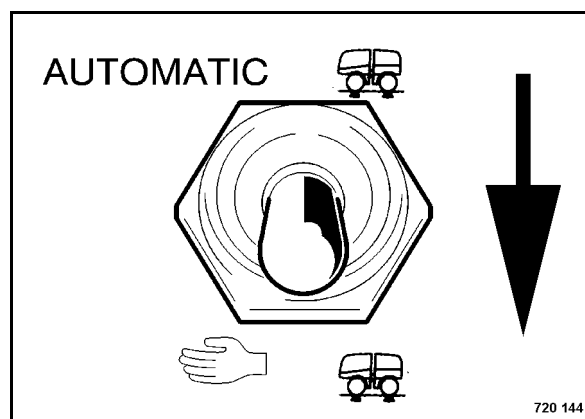

Рис. 45
- Переключить переключатель вибрации (Рис. 45) на символ "Рука".